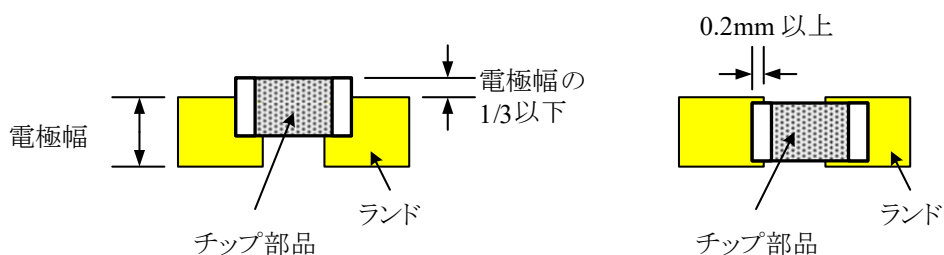

図 1 4 ランドに対するチップ抵抗器の位置ずれ
- ⑧ SOP IC (IC3~IC5) は, ランドとの位置ずれが図 1 5 (a)に示す範囲内となるよう取り付ける. また, リード方向のずれは, 図 1 5 (b)に示すようにランド間のほぼ中央に取り付ける.